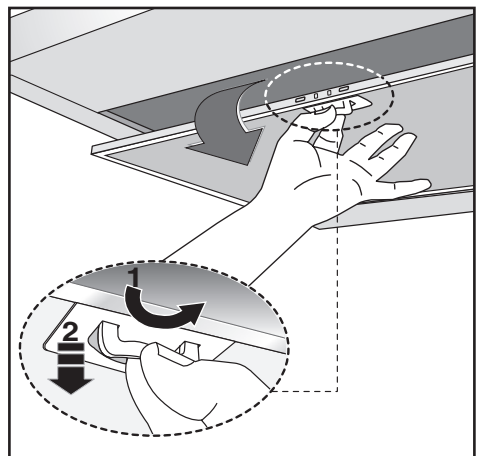

Fig.5
- La distanza minima fra la superficie di supporto dei recipienti di cottura sul dispositivo di cottura e la parte più bassa della cappa da cucina deve essere di almeno **65 cm**. Se dovesse essere usato un tubo di connessione composto di due o più parti, la parte superiore deve essere all'esterno di quella inferiore. Non collegare lo scarico della cappa ad un condotto in cui circoli aria calda o utilizzato per evacuare fumi degli apparecchi alimentati da un'energia diversa da quella elettrica. Prima di procedere alle operazioni di montaggio, per una più facile manovrabilità dell'apparecchio disinserire i filtri/i antigraasso (Fig.5).